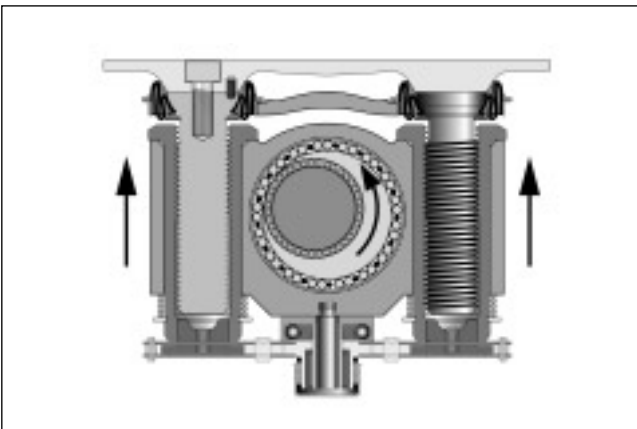

FIG. 6
- Il blocco si "solleva", inizia a spostarsi in avanti e muove i manicotti del regolatore e i pistoni (Fig. 6).